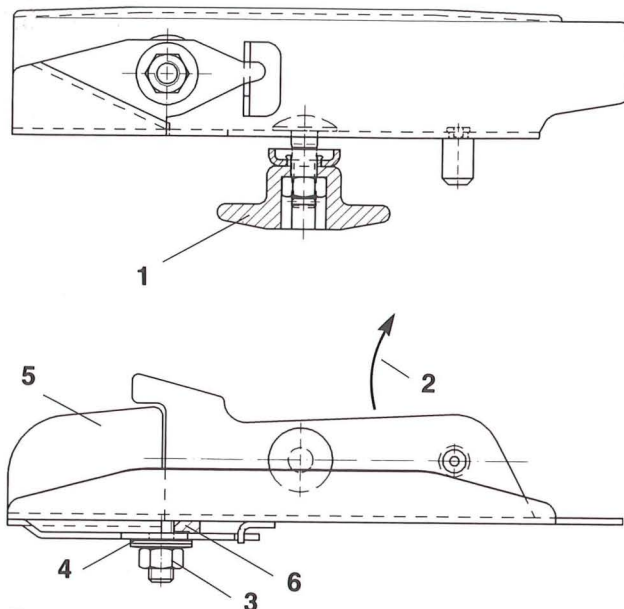

Fig. 9.1
- Vleugelmoer (fig.9.1/1) losmaken en de strooischoepen omwisselen.
Op korrekte montage van de strooischoepen letten. De open-kant van de U-vormige strooischoepen wijst in draairichting (fig.9.1/2) van de schotel.
- Zelfborgende moeren (Messing CuZn) (fig.9.1/3) losdraaien en met Tellerveren (fig.9.1/4) verwijderen.
- Zwenkvliegels (fig.9.1/5) omwisselen.
Op kunststof-ring (fig.9.1/6) letten, tussen strooischoep en zwenkvliegel.